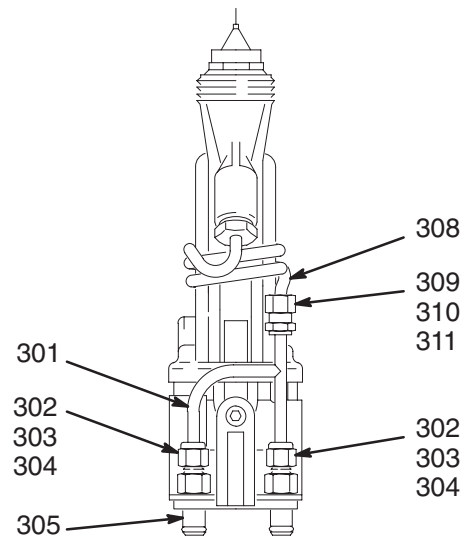

Fig. 36 03937
6. Installer le tube de recirculation (301) dans les raccords d'alimentation et de retour produit, comme indiqué en Fig. 36. Serrer fermement les deux écrous (302) à l'aide d'une clé.
8. Introduire le tube spiralé (308) dans le tube de recirculation (301), comme indiqué en Fig. 36, puis serrer l'écrou (309). S'assurer que l'ensemble du tube est dégagé du bras d'actionnement afin d'éviter le frottement pendant le fonctionnement.